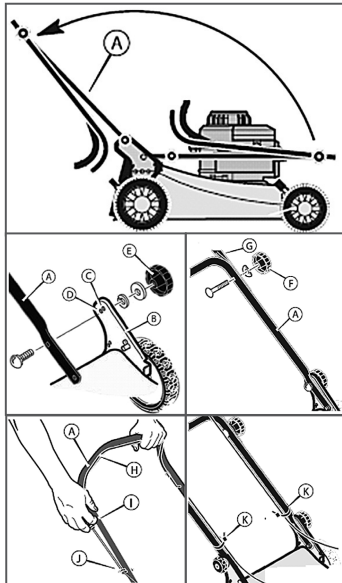

Рис. 3 Сборка газонокосилки
3. Установите нижнюю часть А рукоятки в рабочее положение (Рис. 3).
4. В скобе рукоятки (В) имеется два крепежных отверстия (Рис. 3). Используйте отверстие (С) для крепления рукоятки в